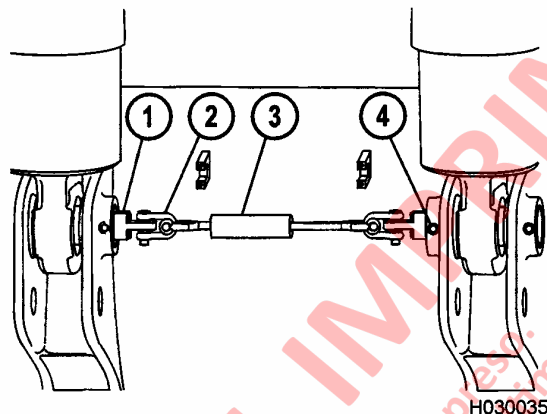

FIGURA 3-4. HERRAMIENTA DE DESMONTAJE DEL PASADOR DE LA SUSPENSION TRASERA
8. Saque el perno de bloqueo (4, Figura 3-4) del pasador de la suspensión inferior que se va a desmontar. El perno de bloqueo en el cilindro restante debe permanecer instalado.
9. Instale la herramienta de desmontaje del pasador (1) en cada pasador inferior usando los pernos que aparecen en la Tabla 1. Apriete los pernos a un torque de **240 ± 24 N•m (177 ± 17 ft. lbs.)**.
10. Fije ambos grilletes (2) al cilindro (3).
11. Fije cada grillete a las herramientas de desmontaje del pasador (1), como se muestra.